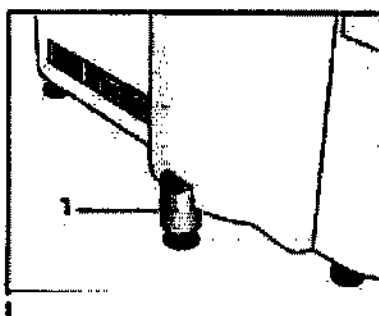

Рис. 3.8.
11. В набор входят стабилизаторы высоты (см. рис. 3.8.1). Пожалуйста, сохраните эти стабилизаторы для последующей установки прибора нашим техническим персоналом. Ножки будут прикручены к нижней части прибора (см. рис. 3.8).
Включите прибор, нажав кнопку ВКЛ/ВЫКЛ, расположенную на задней панели прибора (см. рис. 3.8).